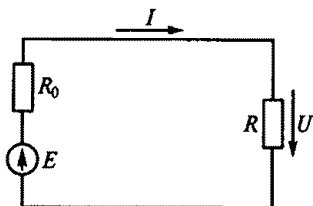

Рис. 5
1.9. Как выразить напряжение U через параметры цепи E , R_0 , R , схема которой приведена на рис. 5?